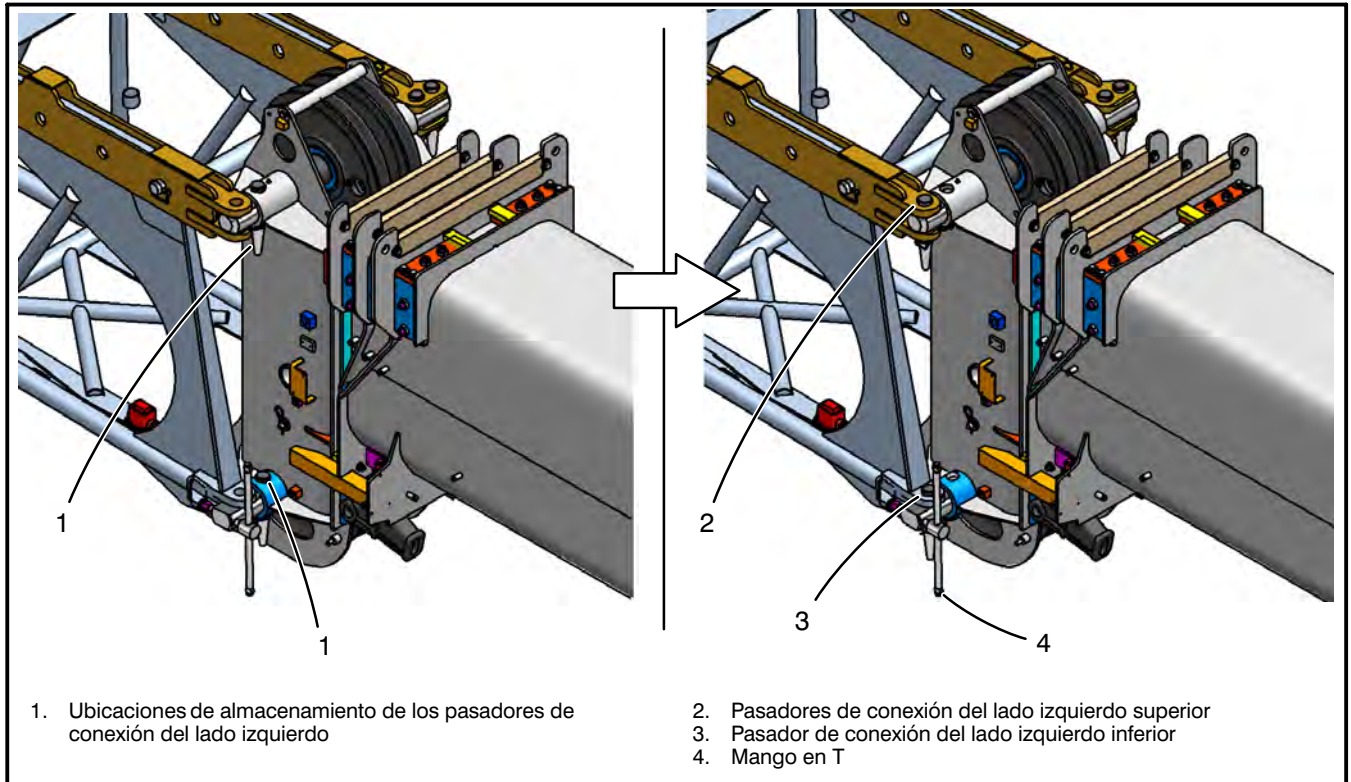

Figura 4–138
18. Extraiga los dos pasadores de conexión del plumín de la ubicación de almacenamiento (1) en los ejes transversales de la maquinaria de la cabeza de la pluma, en el lado izquierdo de la pluma. Consulte la Figura 4–138. Instale un pasador a través de la orejeta superior del plumín (2) en el lado izquierdo de la pluma. Gire el mango en T (4) para empujar y alinear la orejeta del plumín izquierda inferior con el eje transversal de la maquinaria de la cabeza de la pluma inferior. Instale el pasador de conexión del plumín izquierdo inferior (3). (Instale los pasadores con la cabeza arriba y el soporte abajo). Instale los soportes de los pasadores. Gire hacia atrás el